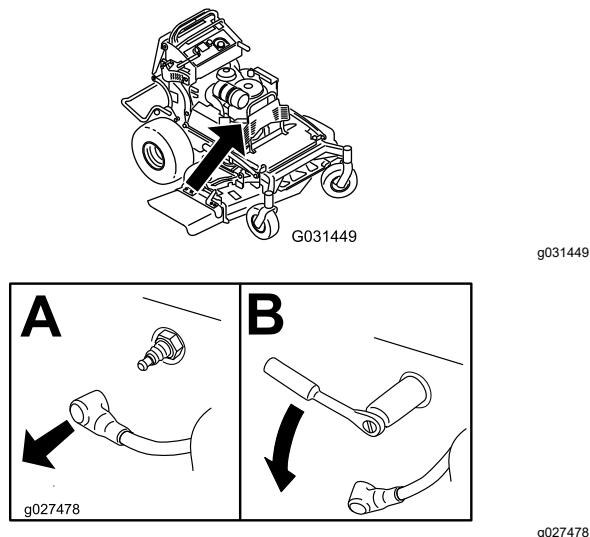

Figura 44
3. Retire a vela, como indicado na Figura 44.